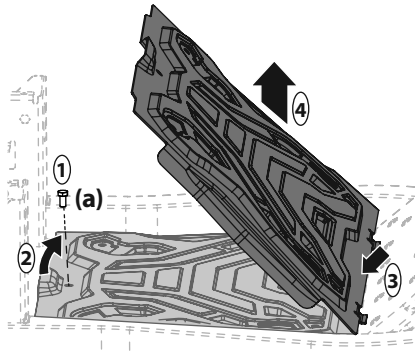

Figura 33
1. Con una herramienta para usos múltiples (si está equipada) o una llave de cubo de 1/2", extraiga el tornillo de cabeza hexagonal (a) que sujeta el panel del piso en su lugar. Consulte 1 en la Figura 33.
2. Levante con cuidado la parte trasera del panel del piso. Consulte 2 en la Figura 33.
3. Para liberar el frente del panel del piso, deslícelo hacia atrás. Consulte 3 en la Figura 33.
4. Levántelo para separarlo del tractor. Consulte 4 en la Figura 33.